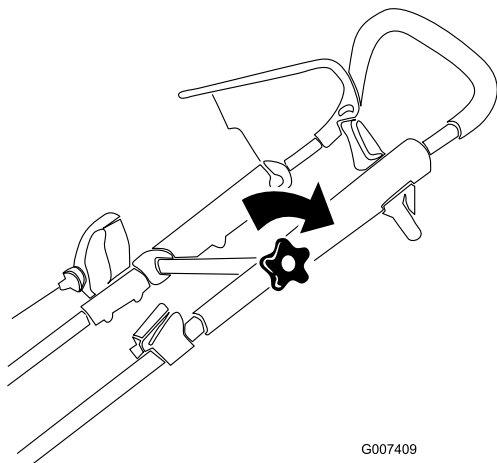

Figura 5
3. Mueva el manillar superior a la posición deseada y apriete firmemente el pomo del manillar superior (modelo 20999 solamente) (Figura 5).